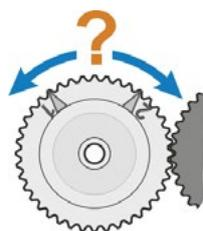

Рис. 7: Наблюдайте за направлением вращения
- только при наличии сигнального редуктора: за направлением вращения центрального колеса (рис. 7), это важно при выполнении пункта 10!